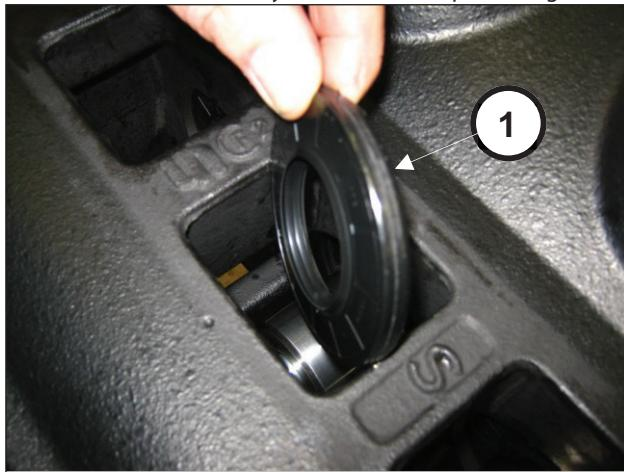

Fig. 38
Desmontar la herramienta y extraer el retén (pos. ①, Fig. 38).